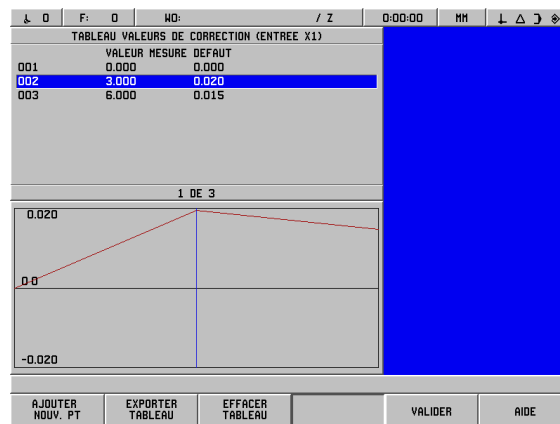

fig. II.13 Le masque d'introduction pour la correction d'erreur non-linéaire
- Le graphique représente l'erreur entre la valeur de référence et la valeur de mesure. Le graphique possède des écarts fixes entre les points. Si vous déplacez le curseur dans le tableau, l'entrée du tableau sur laquelle il se trouve correspond au point du graphique marqué par un trait vertical bleu. Cf. fig. II.13.